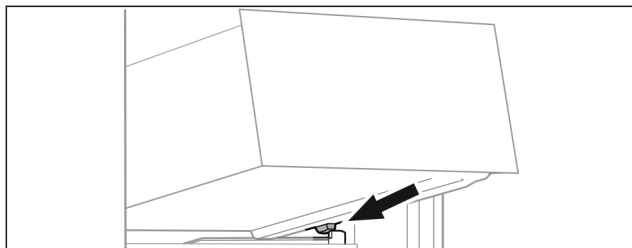

Fig. 92
- Nasadíte zásuvku šikmo za záračkami na rebro nádoby. (pozri Fig. 92)